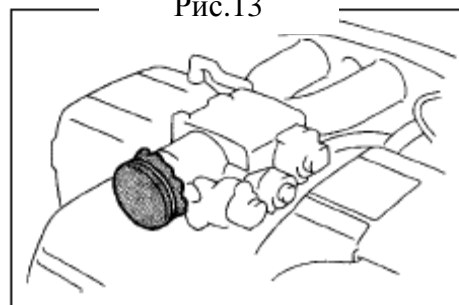

Рис.14
- (1)** Не допускайте попадания стружки и инородных тел во впускной коллектор
- (2)** При демонтаже или установке компонентов впускной системы двигателя, закрывайте отверстия на демонтированных деталях и на двигателе чистыми заглушками или резиновой лентой.(рис. 14)
- (3)** При установке компонентов впускной системы, проверьте, чтобы в них не было металлической стружки.